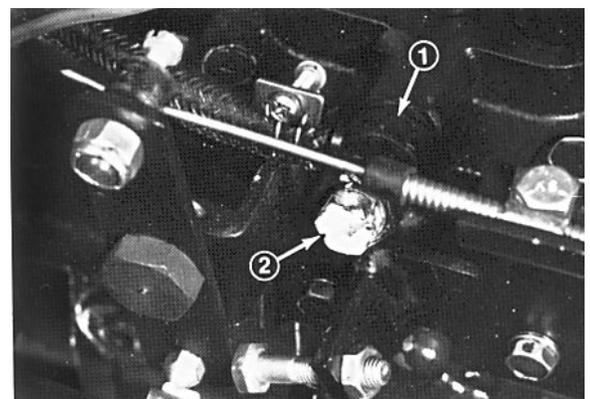

Figure 13
- Dévisser la vis de purge sur la pompe d'injection de carburant (Fig. 13) au moyen d'une clé 12 mm.